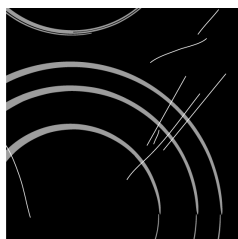
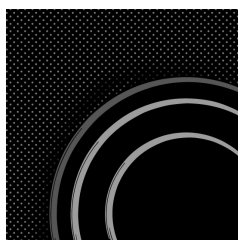

рис. 1
рис. 2
**Каждый раз перед использованием** сотрите пыль со стеклокерамической поверхности и дна посуды, уберите возможные инородные предметы, которые могут повредить стеклокерамическую поверхность (рис. 1).
**Внимание:** металлические губки, абразивные чистящие средства царапают стеклокерамическую поверхность. Также нельзя использовать для очистки стеклокерамики агрессивные чистящие спреи и не предназначенные для стеклокерамики жидкие очистители (рис. 1 и рис. 2).
**Нанесенные обозначения** могут стираться вследствие использования агрессивных и грубых чистящих средств, а также посуды с повреждениями дна (рис. 2)
Дверцу духовки полностью откройте и откиньте съемные язычки до конца назад (рисунок 1). Затем медленно закрывайте дверцу, чтобы язычки наскочили на отверстия. Приблизительно при 15° (относительно закрытой дверцы) дверцу немного поднимите и извлеките из обоих отверстий шарниров на корпусе аппарата (рисунок 2). Установку произведите в обратном порядке.